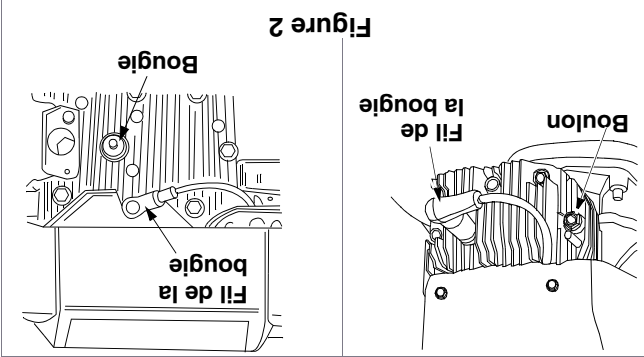

Figure 2
- Branchez le fil de la bougie sur cette dernière. Si une gaine en caoutchouc recouvre l'extrémité du fil de la bougie, assurez-vous que la boucle métallique, au bout du fil de la bougie (dans la gaine en caoutchouc), est bien fixée sur l'embout métallique de la bougie. Voir la Figure 2.
- 2. Si le moteur est équipé d'une gaine en caoutchouc, attachez celle-ci à un boulon du moteur pour mettre à la terre. Voir la Figure 2.